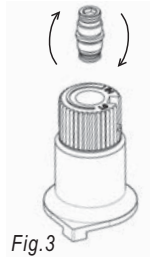

Fig.3
- 18) Flip the screw (Fig. 3).